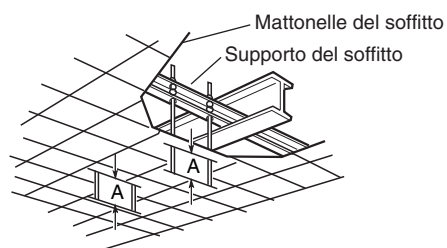

Fig. 3-7
- b) Usare supporti per soffitto esistenti o costruire un supporto adatto (Fig. 3-7).